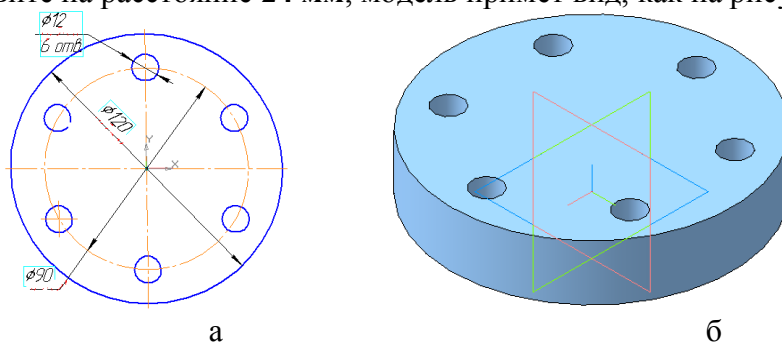

Рисунок 1 – Основание фланца
3. В файле выполнить построение детали «Корпус» (см.прилож.14, рис.1):
1.Выполнить ассоциативный рабочий чертеж детали «Опора» (см.прилож.10, рис.1),
На плоскости **XУ** создайте эскиз нижнего основания фланца (рисунок 1а) и выдавите на расстояние **24 мм**, модель примет вид, как на рисунке 1б.